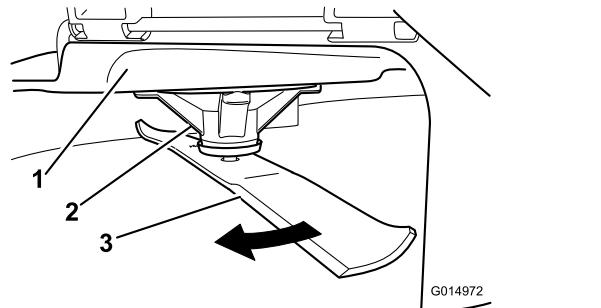

Figura 66
2. Llevando guantes fuertemente acolchados u otro tipo de protección apropiada para las manos, gire lentamente la cuchilla hasta una posición que permita medir la distancia entre el filo de corte y la superficie nivelada en la que descansa la máquina (Figura 66).